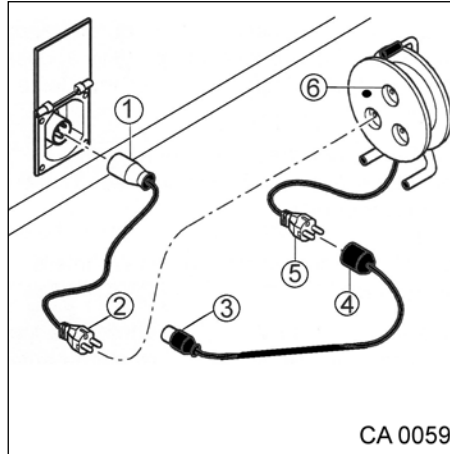

Fig. 87 Raccord de câble
un raccord CEE (Fig. 87, Pos. 1) avec contact de protection et fiche (Fig. 87, Pos. 2) avec contact de protection.
prise électrique (Fig. 87, Pos. 6) avec contact de protection et fiche (Fig. 87, Pos. 5) avec contact de protection.
Un raccord (Fig. 87, Pos. 4) avec contact de protection et fiche CEE (Fig. 87, Pos. 3) avec contact de protection.
3. Enficher le raccord CEE (Fig. 87, Pos. 1).
4. Enficher le raccord (Fig. 87, Pos. 3) sur le dispositif d'alimentation électrique de l'emplacement.